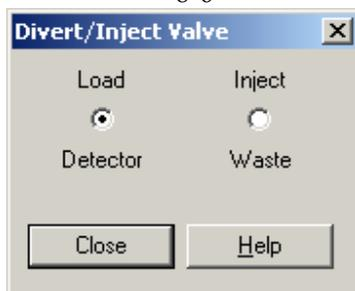

图8-6 Divert/Inject Valve对话框
- a. 点 Divert/Inject Valve 钮显示 Divert/Inject Valve对话框。看图 8-6